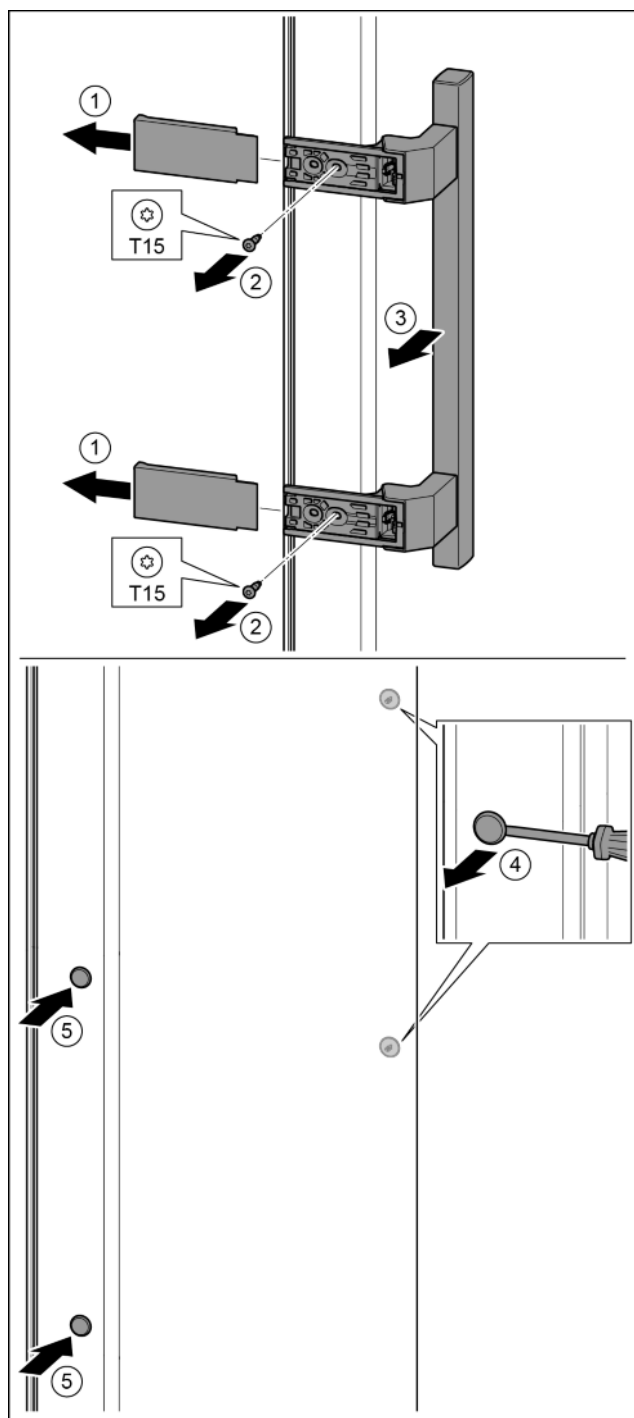

Fig. 15
- ▶ Зніміть кришку. Fig. 15 (1)
- ▶ Викрутіть гвинти за допомогою викрутки T15. Fig. 15 (2)
- ▶ Зніміть ручку. Fig. 15 (3)
- ▶ За допомогою шліцевої викрутки обережно підійміть бокову пробку та витягніть її. Fig. 15 (4)
- ▶ Знову вставте пробку з іншого боку. Fig. 15 (5)